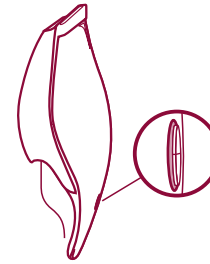

Fig. 6
- Si el aparato está correctamente posicionado, el testigo presente en torno a los botones asume color rojo. (fig. 6)